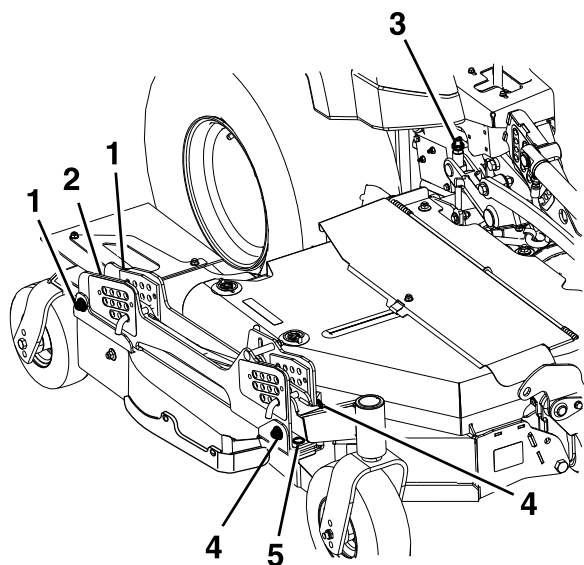

Figure 64
3. Sur les tabliers latéraux gauche et droit, la hauteur de la lame peut s'ajuster grâce à des points de réglage avant et arrière. Pour régler la hauteur d'une lame latérale, commencez par desserrer les écrous de fixation des supports de hauteur de coupe avant et arrière. Il y a quatre emplacements – deux de chaque côté du profilé (voir Figure 64).
- Si le tablier est trop bas, serrez le boulon de réglage de hauteur avant (repère 5, Figure 64) en tournant l'écrou inférieur dans le sens horaire.
- Si le tablier est trop haut, desserrez le boulon de réglage de hauteur avant (repère 5, Figure 64) en tournant l'écrou inférieur dans le sens antihoraire. Ajustez précisément les dispositifs de réglage arrière au besoin.
Réglez la hauteur de la roue arrière (repère 2, Figure 64) de sorte qu'elle touche légèrement le sol, avec une pression minimale.
4. Mesurez l'arrière des lames latérales. Si l'une ou l'autre présente une inclinaison de moins de 1,5 mm (1/16 po), élevez l'arrière du tablier en serrant les réglages arrière gauche et droit (repère 3, Figure 64) jusqu'à ce que les quatre lames présentent une inclinaison minimale de 1,5 mm (1/16 po). Réglez de nouveau les roues arrière latérales de sorte qu'elles touchent légèrement le sol, avec une pression minimale. Serrez les quatre
points de fixation des supports arrière (repère 1, Figure 64).